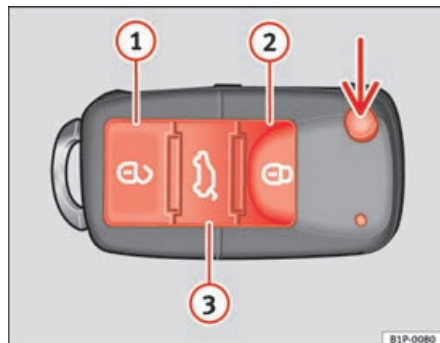

Fig. 64 Botões da chave com telecomando
Com a tecla ⇒ fig. 64 (seta) do comando, destranca-se o palhetao da chave.
Destrancar o veículo ⇒ fig. 64 ①.
Trancagem do veículo ⇒ fig. 64 ②.
Destrancagem do porta-bagagens. Prima a tecla ⇒ fig. 64 ③ até que todos os indicadores de direcção do veículo pisquem durante breves segundos. Ao premir a tecla de destrancagem ③, dispõe de 2 minutos para abrir o porta-bagagens. Uma vez decorrido este tempo, será novamente trancado.
Além disso, o indicador luminoso da pilha da chave ⇒ fig. 64, começa a piscar.
Premindo uma vez a tecla ⇒ fig. 64 ①, apenas se abrirá a porta do condutor, permanecendo as restantes fechadas.
Premindo duas vezes o botão  ⇒ página 103, fig. 64 , todas as portas serão destrancadas.
- Destranque o veículo a partir da fechadura da porta do condutor ⇒ página 103, fig. 64 com a chave com telecomando.